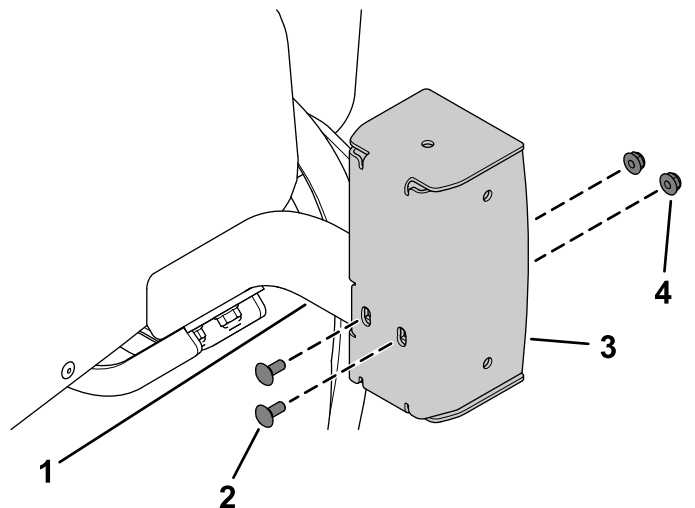

Figura 24
4. Fije la carcasa de la luz izquierda y la carcasa de la luz derecha al bastidor corto izquierdo y al bastidor corto derecho con 4 pernos de cuello cuadrado ($\frac{1}{4}$ " x $\frac{5}{8}$ ") y 4 contratuercas ($\frac{1}{4}$ "), tal y como se muestra en la Figura 24.